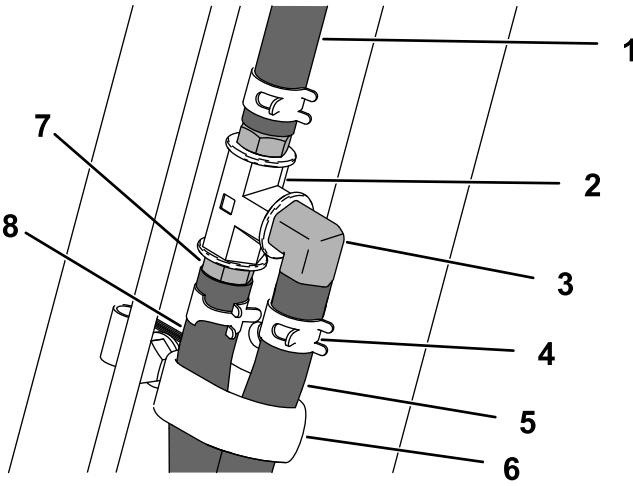

Figure 10
- Passez le flexible dans le grand collier en R et branchez-le au raccord en T à l'aide d'un raccord droit et d'un collier ($\frac{1}{2}$ po), comme montré à la Figure 10.
puis passez-le dans le grand collier en R jusqu'au raccord en T. Branchez le flexible au raccord en T avec un raccord à 90 degrés et un collier (1/2 po), comme montré à la Figure 10.
11. Serrez le boulon de fixation du grand collier en R (Figure 10) à un couple de 10,17 à 12,43 N·m (90 à 110 po-lb).